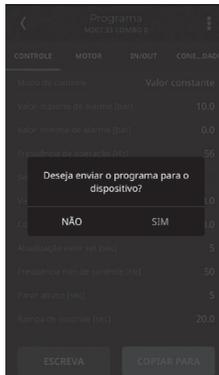

Figura 20 - Tela de Confirmação
11. Ao pressionar a tecla *ESCREVA*, aparecerá uma mensagem para confirmação. Clique em *SIM* para prosseguir, conforme Figura 20.